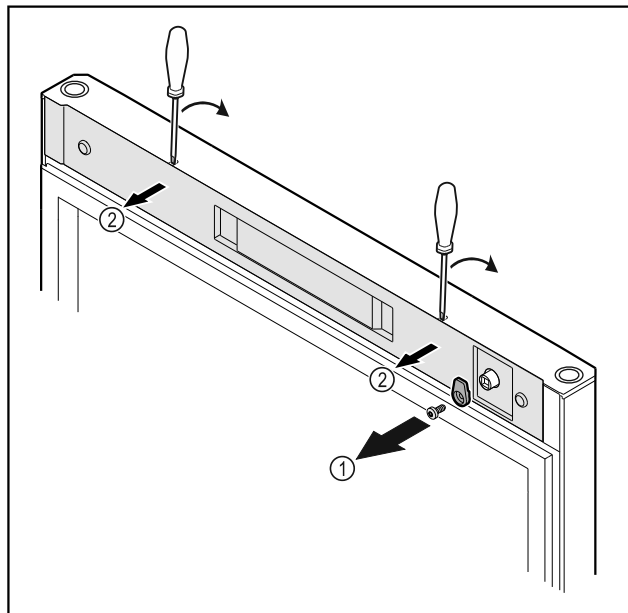

Fig. 12 \*
- ▶ Skru låsekrogen Fig. 12 (1) af.\*
- ▶ Klik afdækningen Fig. 12 (2) ud med en lille skruetrækker, og tag den af.\*